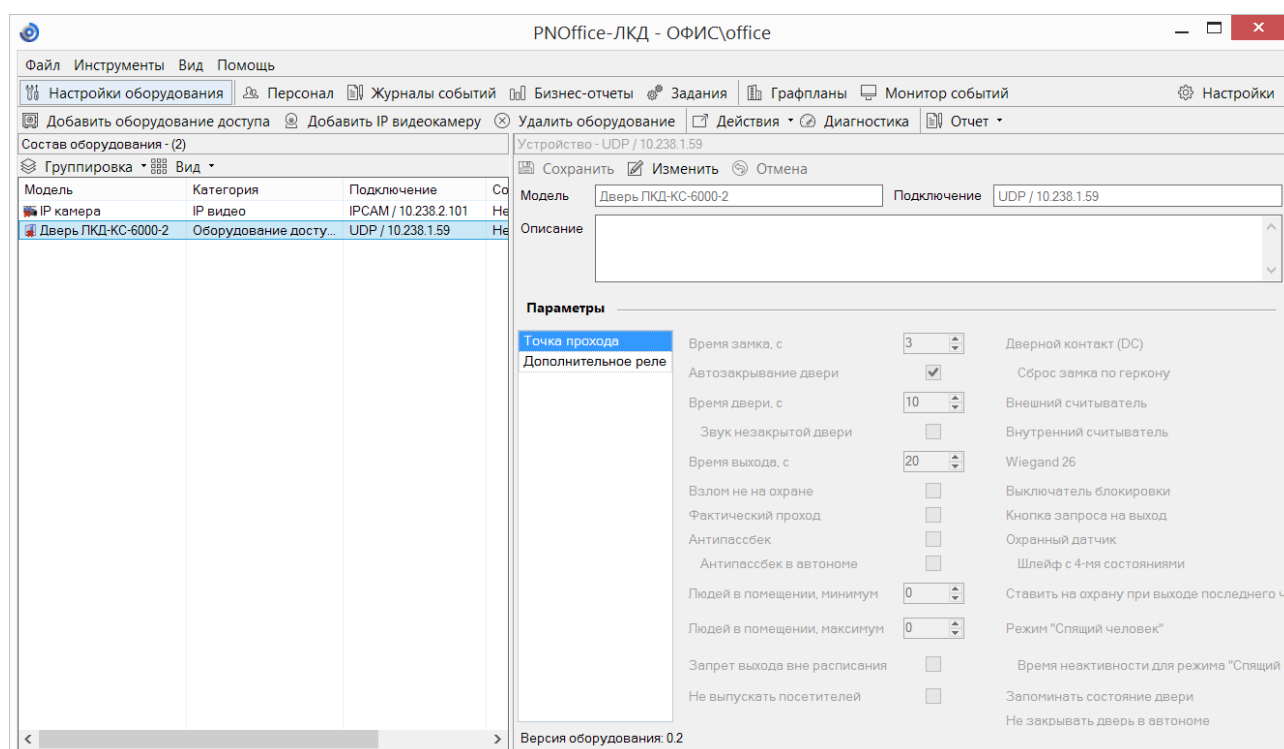

Рисунок 24. Настройка контроллера в PNOffice-ЛКД
- подключение по Ethernet. Контроллер отображается на канале UDP (рисунок 24).